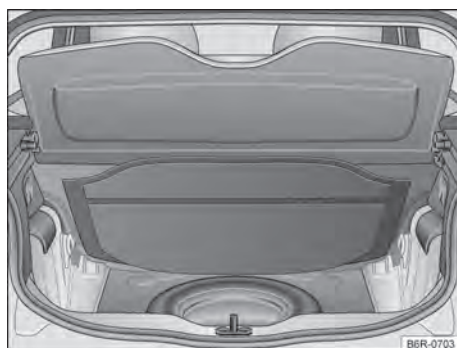

Fig. 101 No compartimento de bagagem embaixo do revestimento do assoalho: roda de emergência e ferramentas de bordo.
As ferramentas de bordo e a roda de emergência estão localizadas no compartimento de bagagem embaixo do revestimento do assoalho → Fig. 101.
- Levantar o revestimento do compartimento de bagagem → Fig. 101.